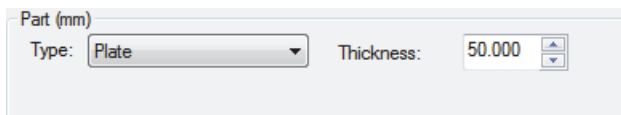

図 4-7 試験体の形状の指定
- c) [Part] で、試験体の形状タイプを選択し、厚さを入力します（107 ページの図 4-7）。